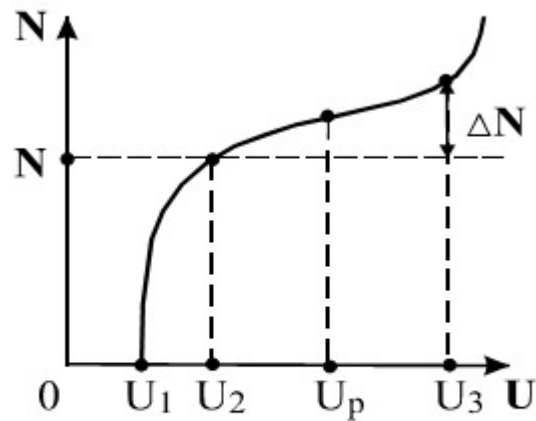

Рис. 2.4 Счетная характеристика
Статистический характер этих процессов допускает отдельные ложные, или самопроизвольные, разряды, не связанные с прохождением через счетчик ионизирующих частиц. Качество счетчика зависит от числа таких ложных импульсов, для выявления которых снимают счетную характеристику, представляющую собой зависимость числа импульсов  $N$ , регистрируемых в единицу времени, от напряжения  $U$  на счетчике. Примерный ее вид показан на рис. 2.4.
9. Плавно вращая ручку регулировки напряжения на счетчике определить напряжение  $U_1 = U_{\text{порог}}$  (рис. 2.4), при котором счетчик начинает считать попадающие в него частицы.
14. Увеличивая напряжение на 5 - 10 В, провести измерения аналогичные измерения до напряжения 400 — 410 В, определить напряжение  $U_3 = U'_{\text{порог}}$  рис. 2.4 при котором счетчик уходит «в пробой» **и немедленно убавьте его до рабочего значения.**
15. По данным наблюдений постройте график зависимости среднего измеренного числа импульсов  $\langle N \rangle$  от напряжения на счетчике, т. е. счетную характеристику (см. рис. 2.4). По графику определите рабочее напряжение  $U_p$  и величину «рабочего плато» (рабочего участка) для данного счетчика.